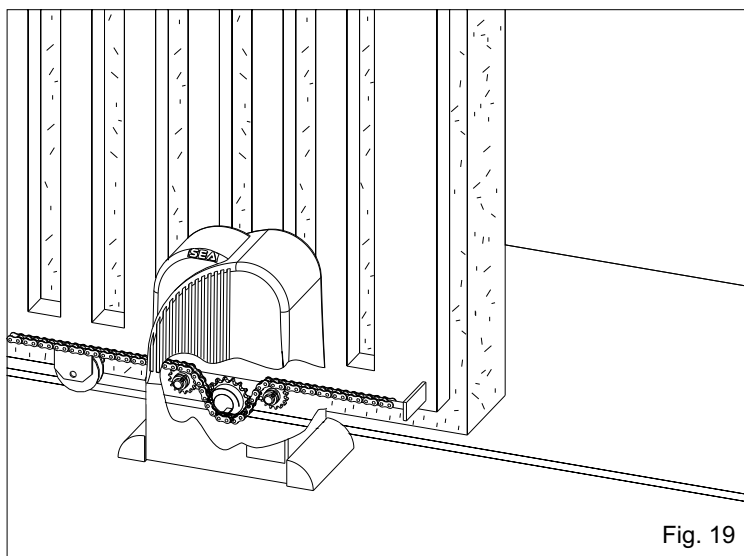
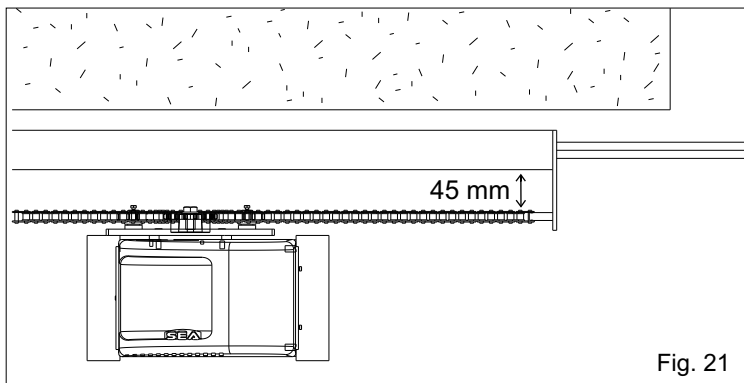
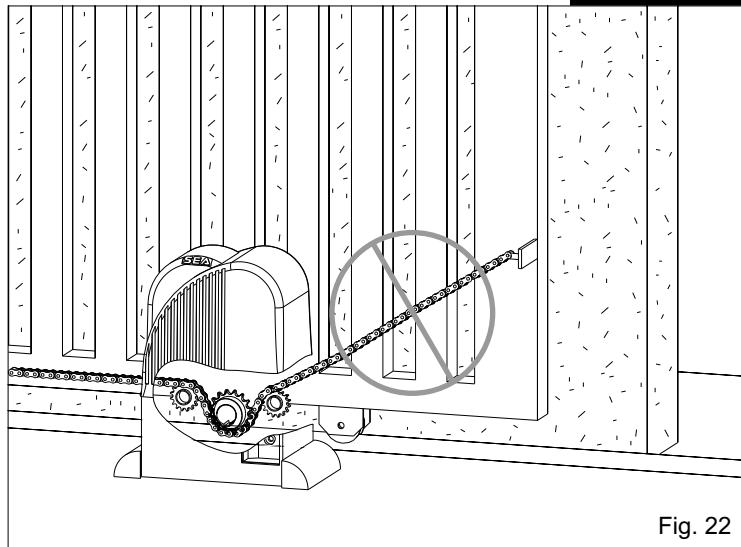

Fig. 19
Fig. 21
Fig. 22
En las Fig. 19 y 20 es posible ver la correcta instalación respectivamente con cancela abierta y cerrada; notar el recorrido obligado de la cadena al interior del grupo piñón que no tiene que ser modificado.
Nota: Los agujeros por el tensor de cadena y así la misma cadena tienen que estar a una distancia mínima de 45 mm (Fig. 21).
19.2. Instalar la cadena haciéndola pasar por el grupo pinión como en Fig. 18. La cadena tiene que estar siempre en línea, verticalmente (Fig. 19) y horizontalmente (Fig. 21), si no está perfectamente alineada (Fig. 22 y 23) puede causar un descarrilamiento de la misma desde el grupo pinión o se arriesga un esfuerzo mayor por el motorreductor habiendo así un funcionamiento incorrecto de la implantación.